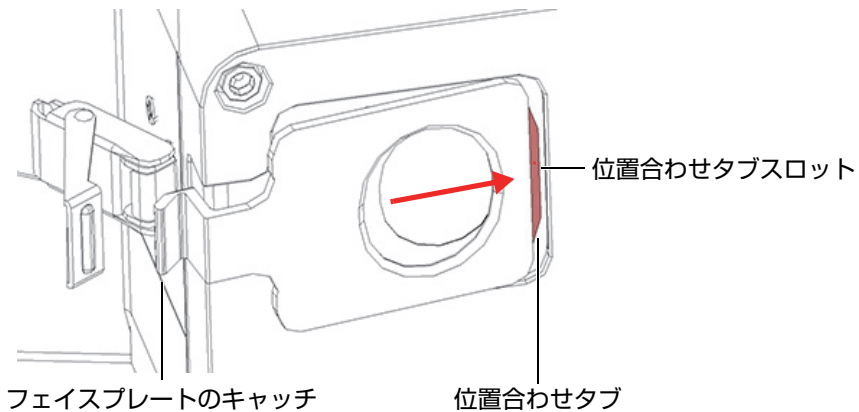

図 4-10 位置合わせタブをタブスロットに挿入
- フェイスプレートをプローブの溝にスライドさせます。このとき、フェイスプレートの位置合わせタブがタブスロットに入るようにします（66 ページの図 4-10）。